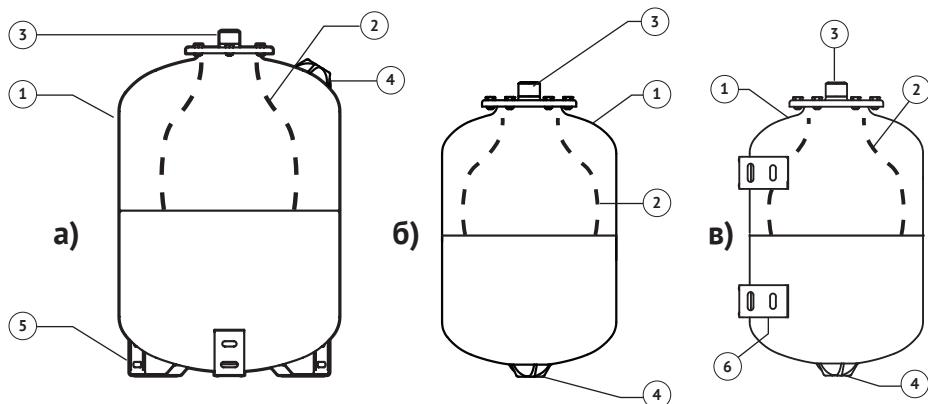

Рисунок 1 – Устройство расширительного бака
Баки вертикального типа (см. рисунок 1а) выпускаются с верхним расположением присоединительного фланца и с опорными ножками (поз. 5).
Подвесные расширительные баки (см. рисунок 1б) выпускаются без опорных ножек и могут быть установлены как в вертикальном, так и горизонтальном положении.
Выпускаются также подвесные баки с креплением (поз. 6) к поверхности (см. рисунок 1в).
Регулировка давления воздуха осуществляется при помощи ниппеля, установленного под крышкой (см. рисунок 1, поз. 4), путем подкачки или выпуска воздуха при отсутствии теплоносителя в расширительном баке. Для подкачки воздуха используйте компрессор.
- 2 Не реже одного раза в год необходимо проверять давление воздуха в воздушной камере расширительного бака при помощи манометра, подключив его к ниппелю, находящемуся под крышкой (см. рисунок 1, поз. 4).